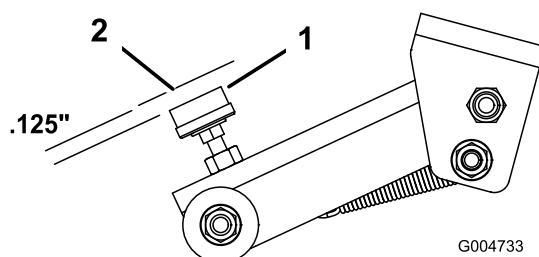

Figura 82
4. Debe haber una holgura entre el amortiguador de goma del tornillo de ajuste (Figura 82) y el cierre de la carcasa de 3 mm. Si se requiere un ajuste, afloje la tuerca del tornillo de ajuste, ajuste el tornillo hasta obtener la holgura necesaria y apriete la tuerca.